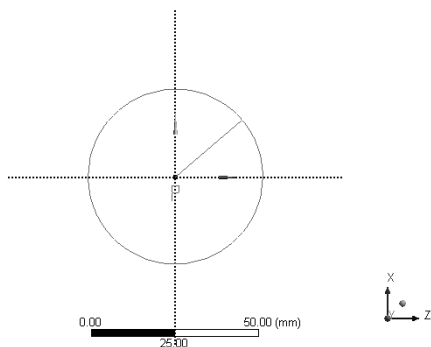

图 14-7 坐标原点提示符
Step5：当出现 P 提示符后，单击在中心创建圆心，然后向上移动鼠标创建如图 14-7 所示的圆形。